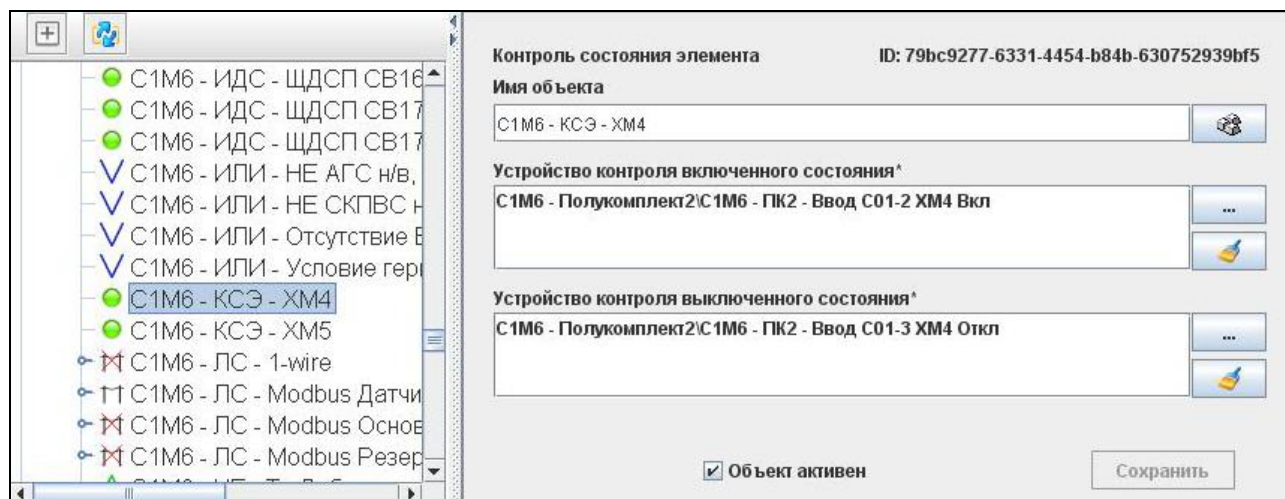

Рисунок 30 — Контроль состояния элемента
3.10.37.1. Служит для отображения состояния какого-либо механизма (элемента) на основе состояния двух датчиков: датчика включенного состояния и датчик выключенного состояния (рис. 30).